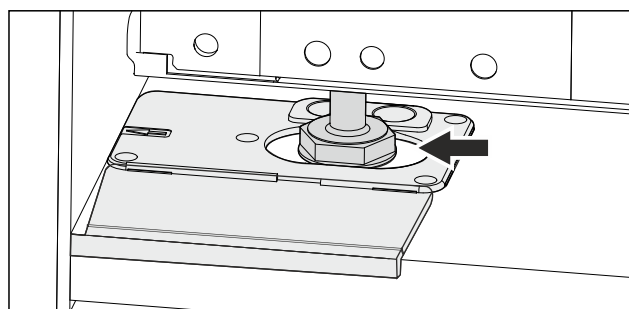

Fig. 54
- ▶ Igazítsa be a készüléket az állítható lábakkal. Fig. 54 ()